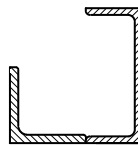

РИС. 4.2
**Пример 4.** Для поперечного сечения (рис. 4.2) требуется: 1) определить положение центра тяжести; 2) найти осевые и центробежный моменты инерции относительно случайных центральных осей; 3) определить направления главных центральных осей; 4) найти главные центральные моменты инерции; 5) вычертить сечение в масштабе 1:2 с указанием осей и размеров.